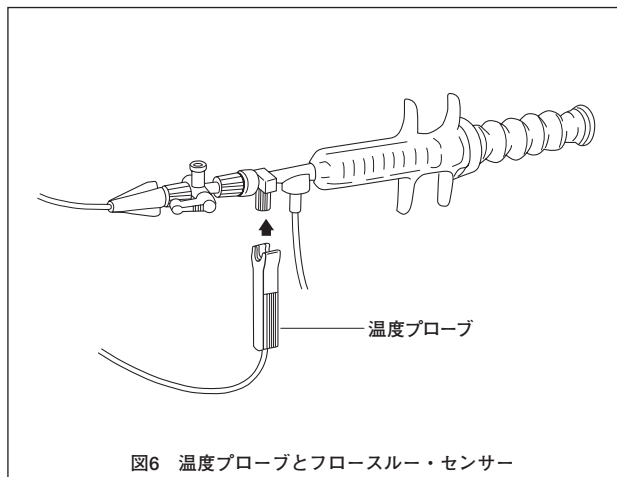

図6 温度プローブとフロースルー・センサー
2. 温度プローブをフロースルー・センサーにカチッと音がするまで差し込みます（図6）。患者の動きの影響を受けないようにシステムを固定します。